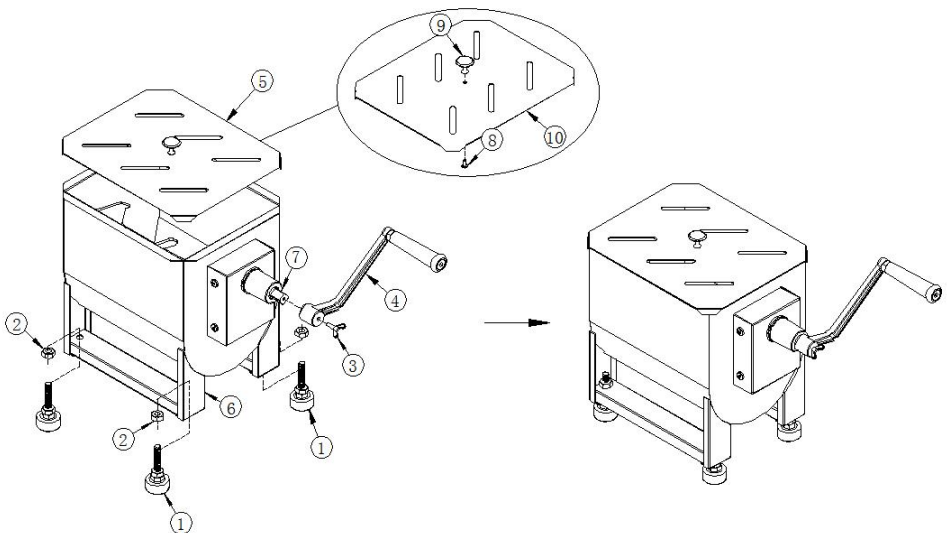

Bild 1 Bild 2
Schritt 1: Durch Anpassen der Höhe der Füße ① und der Mutter ② wird der Fleischmischer in den Füßen des Tanks ⑥ befestigt (siehe Bild 1).
Schritt 2: Setzen Sie den Griff ④ auf die Vierkantwelle ⑦ des Tanks ⑥ , ziehen Sie ihn fest und fixieren Sie den Griff ④ mit der Flügelschraube ③ (siehe Bild 1).